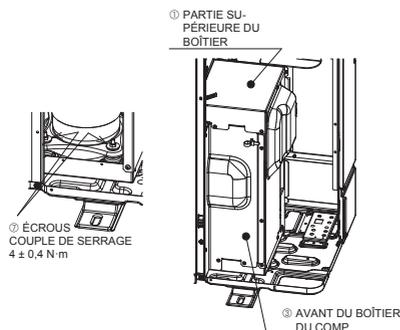

Fig. 4-2
- Après avoir ôté les pièces du COMP. fixées, veillez à serrer les écrous et remettre en place la PARTIE SUPÉRIEURE DU BOÎTIER DU COMP. et l'AVANT DU BOÎTIER DU COMP. dans leur position d'origine. (Fig. 4-2)